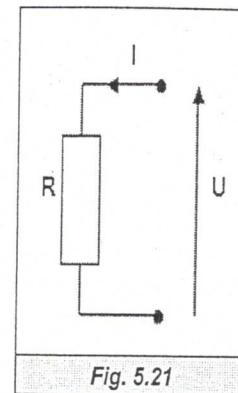

Fig. 5.21
Opot. Legea lui Ohm sau legea conductiei electrice stabilește, prin urmare, legăturile dintre intensitatea curentului electric (I) dintr-un conductor, tensiunea electrică (U) aplicată și rezistența sa electrică (R) (fig. 5.21).